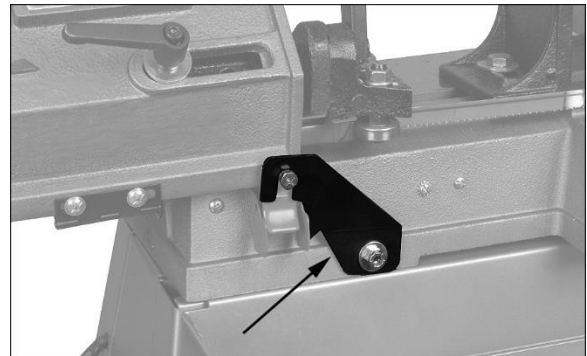

Figura 5
7. Retire la placa fija que aseguró la cabeza para el transporte. Figura 5.